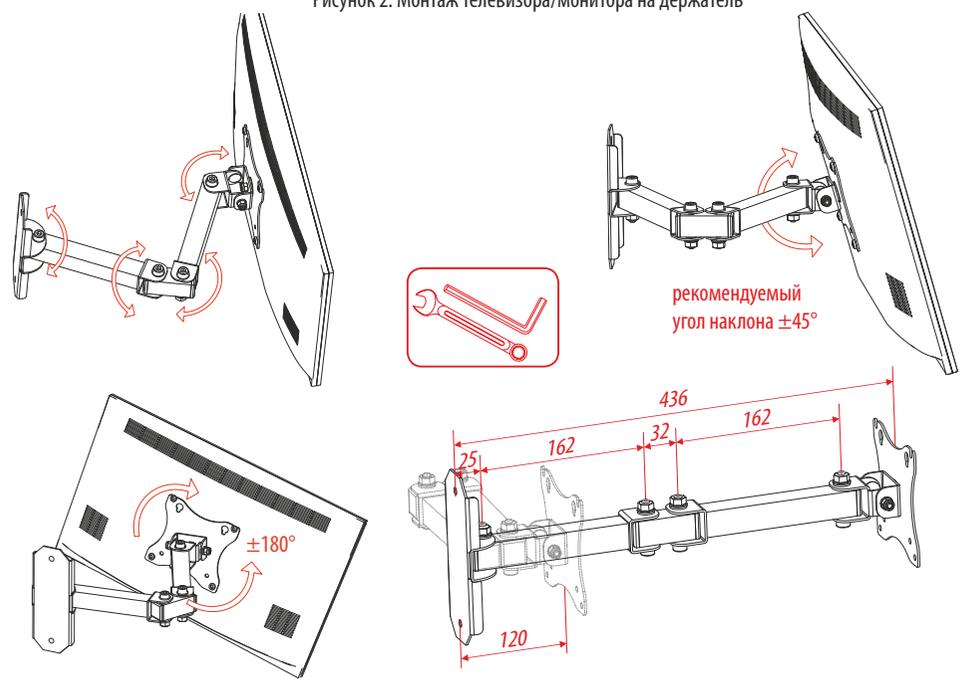

Рисунок 3. Регулировка положения телевизора/монитора.
4.7 Отрегулируйте положение телевизора/монитора (см. рис.3). При необходимости подтяните осевые винты с помощью соответствующего шестигранного ключа и гаечного ключа.